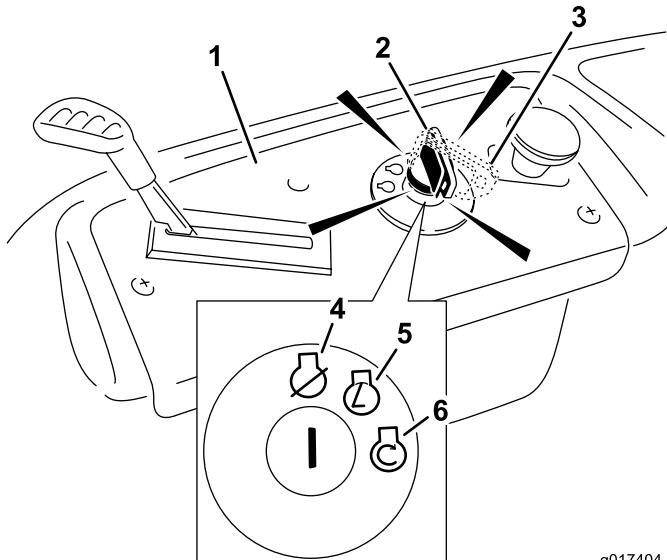

Figura 14
- Girate la chiave di accensione in posizione Start per attivare il motorino di avviamento (Figura 14).
- Dopo l'avvio del motore, premere il comando dello starter (Figura 14).
3. Girate la chiave di accensione in posizione Off (Figura 14) e toglietela.